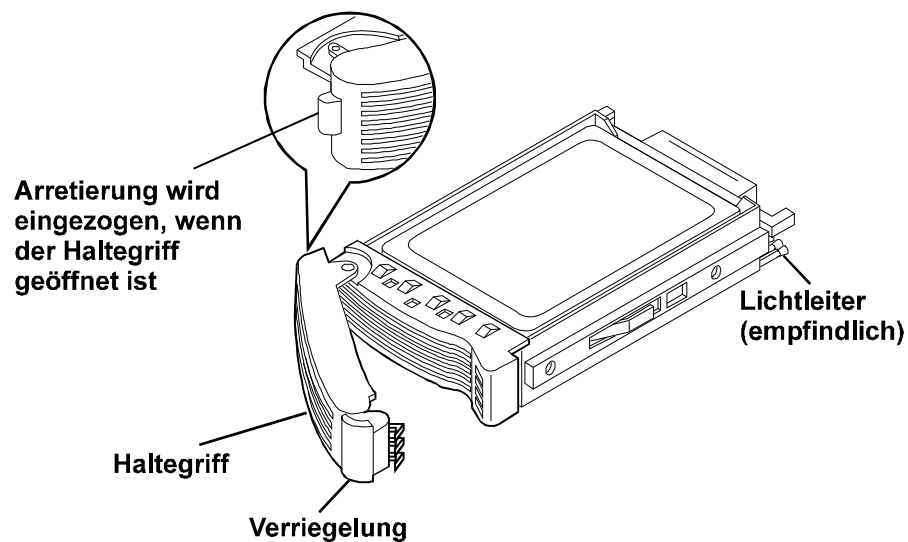

Abbildung 6-4. Vorbereiten des Laufwerks für die Installation
3. Drücken Sie am Laufwerk auf die Verriegelung, und ziehen Sie den Haltegriff so weit wie möglich heraus (siehe Abbildung 6-4).